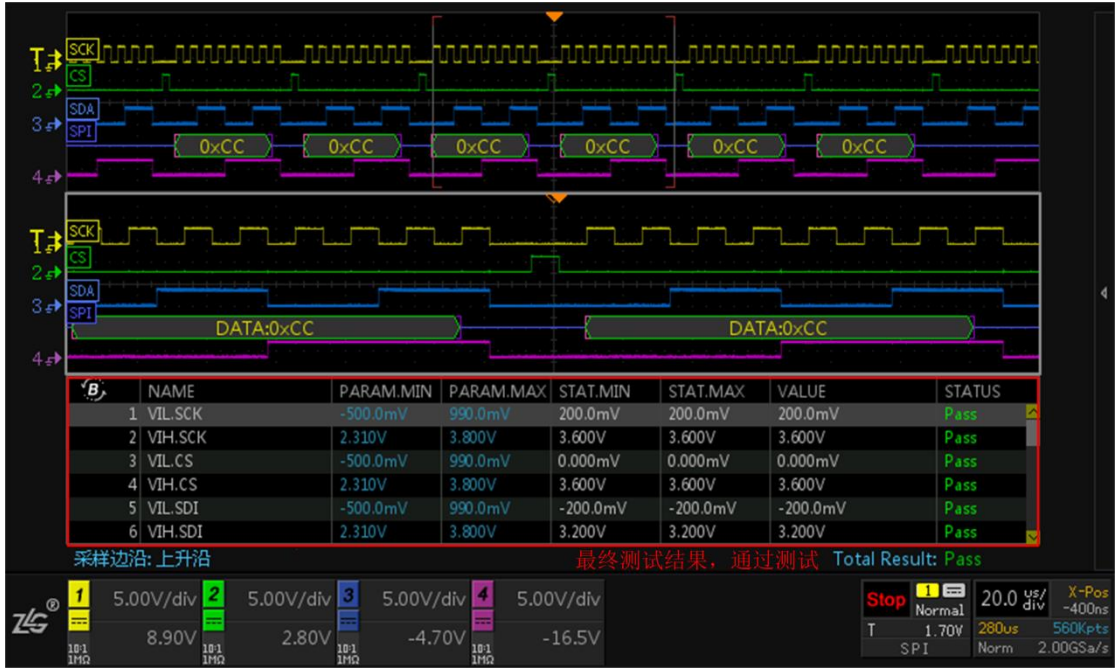

图 2.10 SPI 时序分析测试结果
- 点击面板的“波形缩放”按键，可进入 ZOOM 模式，可将数据的细节进行放大分析，如图 2.10 所示。白色框窗口为可调窗口，缩放窗口的大小可通过水平时基旋钮进行调节。可针对信号的某一个细节进行放大查看分析。